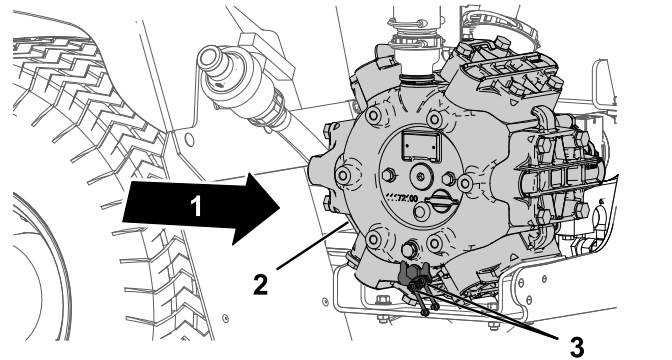

Figure 102
1. Limpie los 2 engrasadores remotos (Figure 102).
2. Bombee grasa en el engrasador remoto (Figure 102).